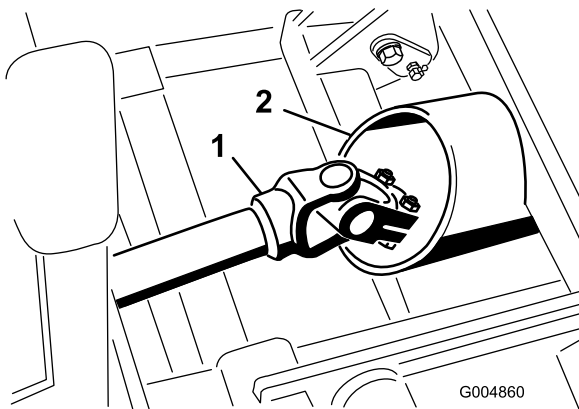

図 45
7. 冬用フレームアセンブリを注意深く取り付け位置に押し入れながら、駆動シャフトをフレームチューブに通す 図 45。